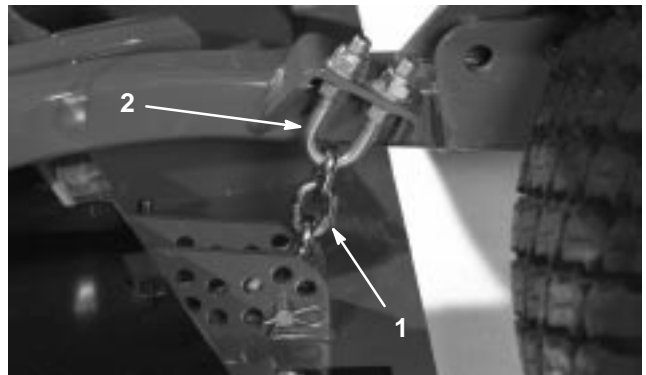

Figure 81
1. Desserrez les écrous de blocage en haut ou en bas de l'étrier fileté de la chaîne de hauteur de coupe (Fig. 81).